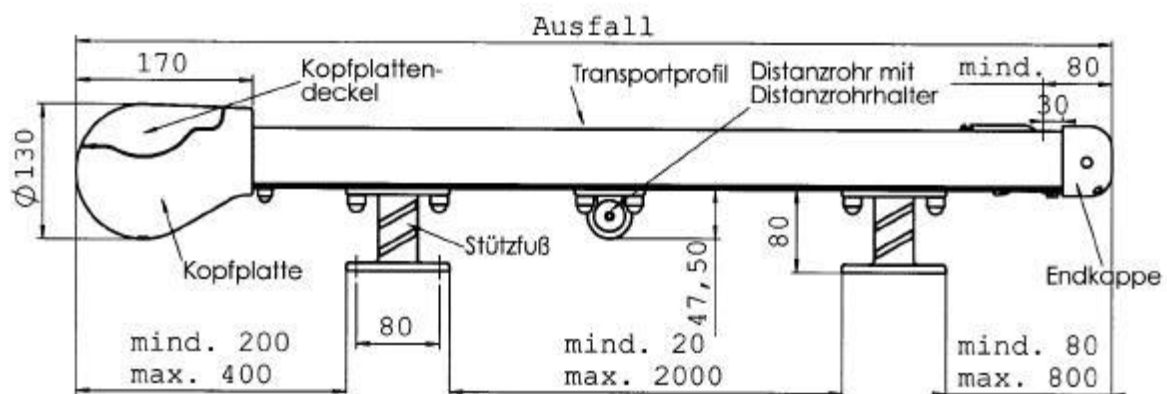

Bild 3.2
Vor Beginn der Montage ist die Unterkonstruktion auf Belastbarkeit zu prüfen. Die Befestigungsschrauben für die Stützfüße und Befestigungskonsolen müssen nach den baulichen Gegebenheiten und Erfordernissen ausgesucht werden. Es ist mindestens die vorgeschriebene Anzahl an Stützfüßen zu verwenden. Mehr Konsolen geben mehr Sicherheit! Der Abstand der einzelnen Befestigungspunkte darf 200 cm nicht überschreiten (Bild 3.2)). Unter Abs. 12 finden Sie einige Befestigungsmittel mit möglichen Befestigungsvarianten.
- Stützfüße auf das Transportprofil verteilen (Abstandsmaße beachten (Bild 3.2) und verschrauben